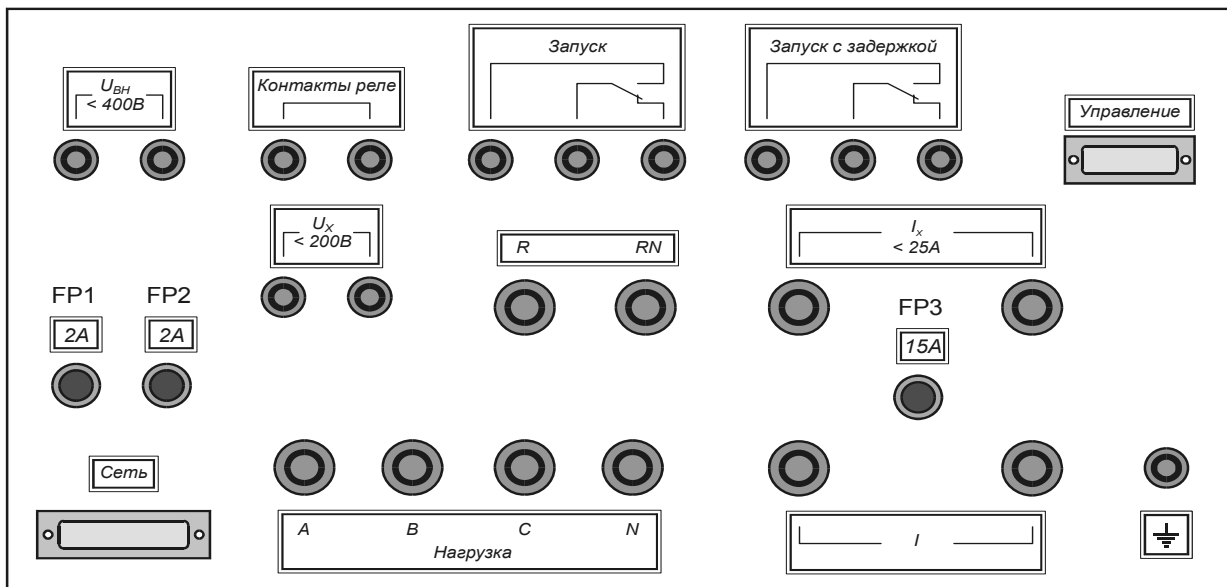

Рисунок 8 – Задняя панель блока трехфазного напряжения
6.4.4 Задняя панель блока трехфазного напряжения показана на рис. 8.